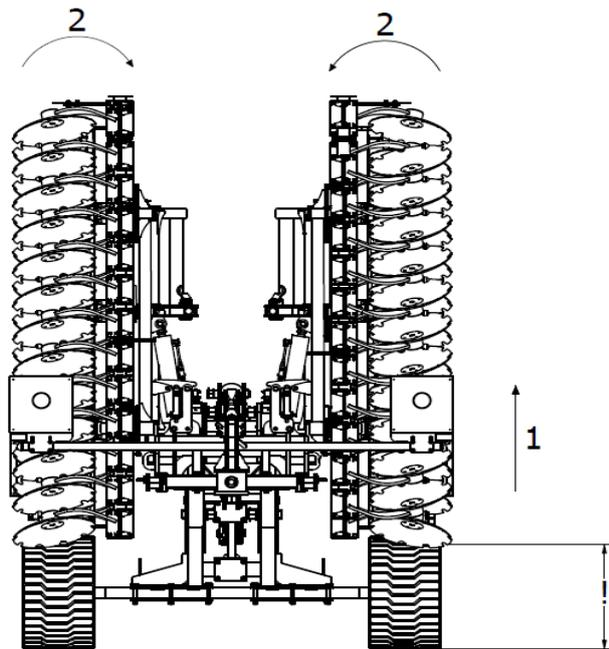

Abb. 20 Reihenfolge der Öffnung der Maschine: 1 - die Maschine bis zum Maximum anheben, 2 - die Flügel der Maschine in die „geschlossene“ Position klappen.
1. Zunächst muss die Maschine so weit wie möglich angehoben werden, damit sie korrekt zusammengeklappt werden kann und die Klapparme während der Bewegung nicht am Boden hängen bleiben (Abb. 20).
2. Im nächsten Schritt werden die Flügel der Maschine hydraulisch in die „geschlossene“ Position geklappt, um sicherzustellen, dass der Flügelverriegelungsmechanismus entriegelt wird und die Arme der Maschine zu einem späteren Zeitpunkt geöffnet werden können. Dieser Vorgang ist jedes Mal erforderlich, wenn die Arme geöffnet werden (Abb. 20).